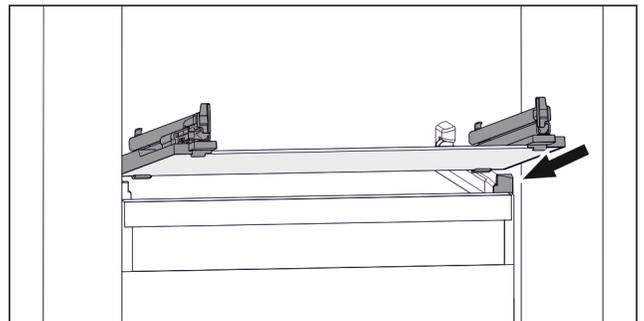

Fig. 110 Exemple de représentation de la tablette en verre
- ▶ Placer la tablette en verre, en l'inclinant, derrière les butées. (voir Fig. 110)